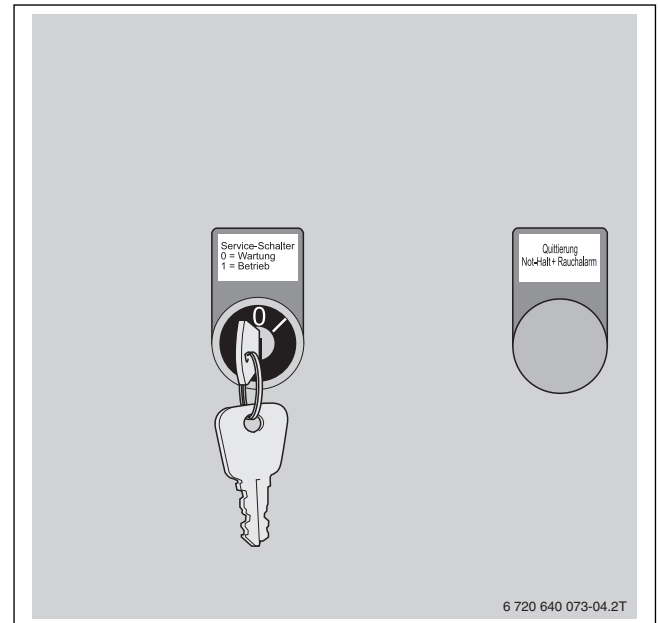

Bild 42 Serviceschalter in Stellung 0
- ▶ Serviceschalter auf Stellung 0 (Wartung) stellen (→ Bild 42).
- Serviceschalter auf Stellung 0 (Wartung) stellen (→ Bild 42).